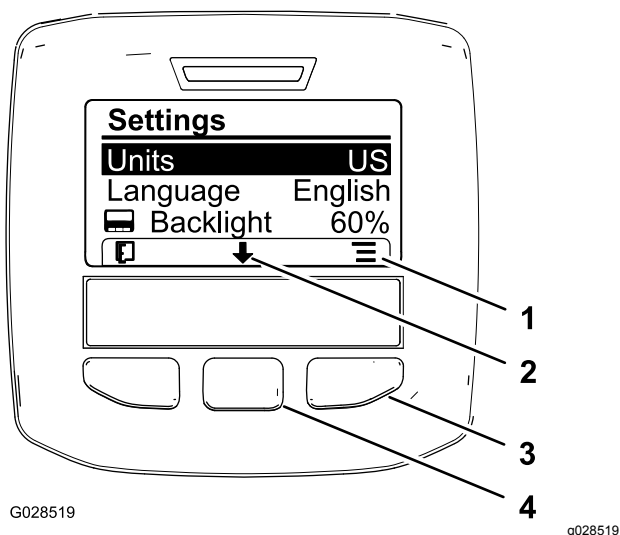

図 53
2. 単位系を変更するには、右ボタンを押す。すると選択可能な単位系が表示される 図 53。
3. 表示に使用する言語を変更するには、中央ボタン画面上で下向きの矢印で示されているボタンを押し、画面を下にスクロールして Language という選択肢を出す 図 53。
4. 右ボタン画面上でアイコンで「選択」が示されているボタンを押すと現在選択中の言語が画面にハイライトされて表示される 図 53。
6. 左ボタンを押すとホーム画面に戻る 図 53。